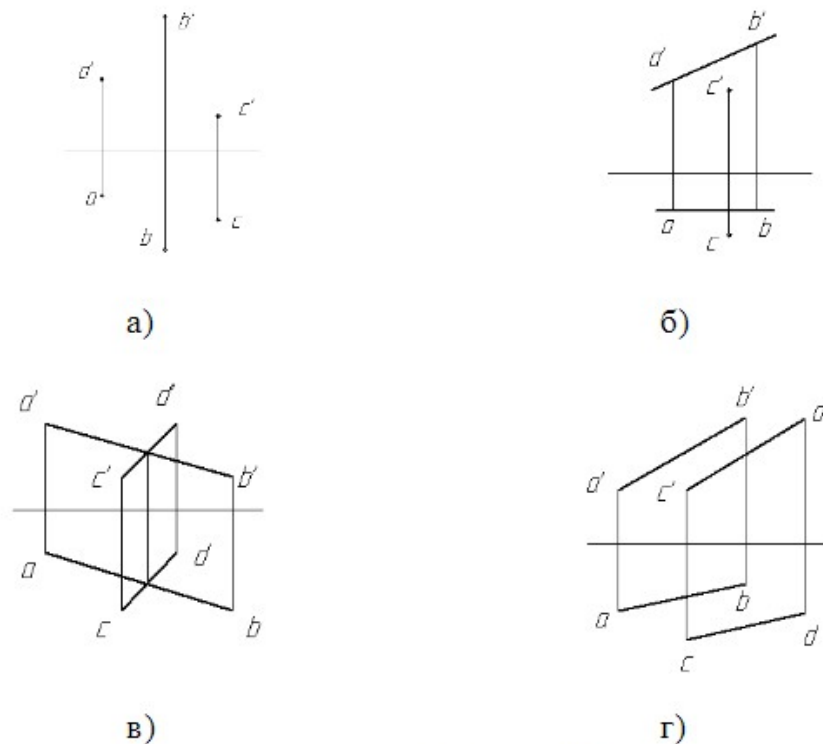

Рисунок 15
- а) тремя точками, не лежащими на одной прямой (рис.15а);
- б) прямой линией и точкой, не лежащей на этой прямой (рис.15б);
- в) двумя пересекающимися прямыми; (рис.15в)
- г) двумя параллельными прямыми (рис.15г)